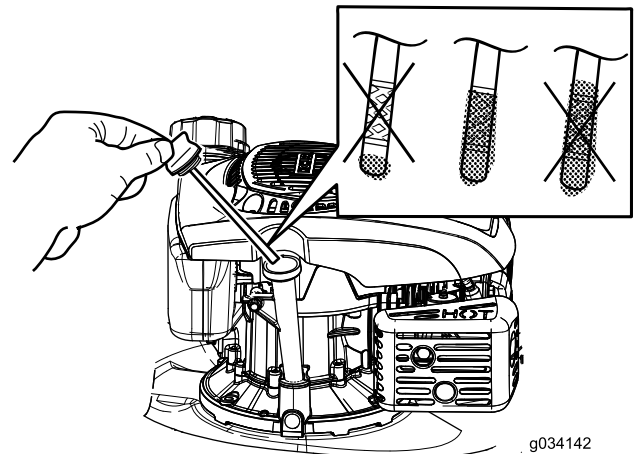

Figure 10
2. Retirez la jauge (Figure 10).
5. Ressortez la jauge et vérifiez le niveau d'huile; voir Figure 10.